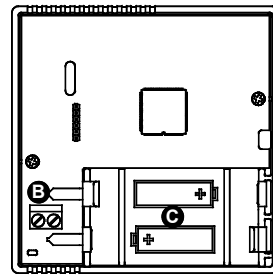
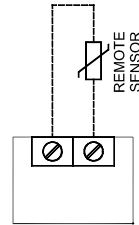

Fig. 6
Fig. 7
- 4** - Setzen Sie die Batterien in das Batteriefach ein (beachten Sie die Polarität, C, Abb. 6); benutzen Sie nur neue 1,5V Alkaline-Batterien des Typs AA.
- Anschluss des externen Sensors (bei Bedarf) an Steckverbinder 'EXTERNER SENSOR' (B, Abb. 6), wie in Verdrahtungsschema dargestellt (Abb. 7); modifizieren Sie ebenfalls den dazugehörigen Parameter **P10**.